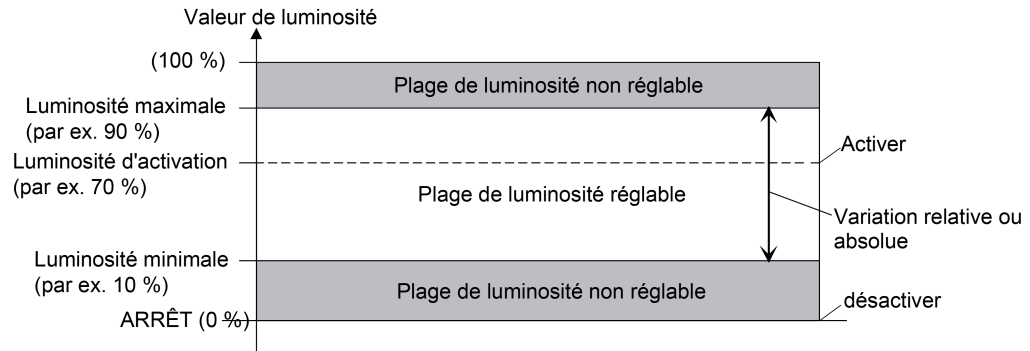

Figure 14: Exemple d'une plage de luminosité avec luminosité minimale
- Définition de la limite de luminosité inférieure avec luminosité minimale (figure 14) :
- i** Dans le mode de fonctionnement « Commande de vitesse » pour la variante d'appareil « à 1 poste » (identique à la description des valeurs de luminosité pour une commande de l'éclairage dans ce chapitre), la vitesse minimale peut être configurée dans l'ETS (figure 14). La configuration alternative d'une vitesse de base n'est pas prévue dans ce cas pour des raisons techniques. La vitesse maximale n'est pas non plus réglable via un paramètre. Elle est définie de manière fixe à 100 %. La vitesse d'activation est présélectionnée à la vitesse maximale (100 %) et ne peut être modifiée. Les différences entre le mode de fonctionnement « Commande de vitesse » et le mode « Commande de l'éclairage » figurent de manière détaillée dans le chapitre « Particularités en mode de fonctionnement commande de vitesse » (voir page 121).